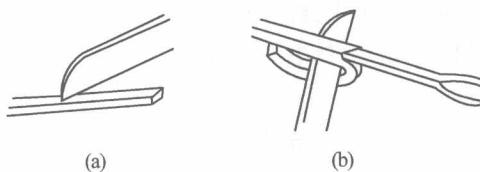

图 1-22 电工刀剥切塑料护套导线绝缘层
③ 用电工刀剥切塑料护套导线如图 1-22 所示: 首先按所需长度用电工刀刀尖对准护套线缝隙, 划开护套, 如图 1-22(a) 所示; 接着向后翻护套层, 用刀齐根切去, 如图 1-22(b) 所示; 最后按剥切塑料硬线绝缘层的方法将导线绝缘层切掉。